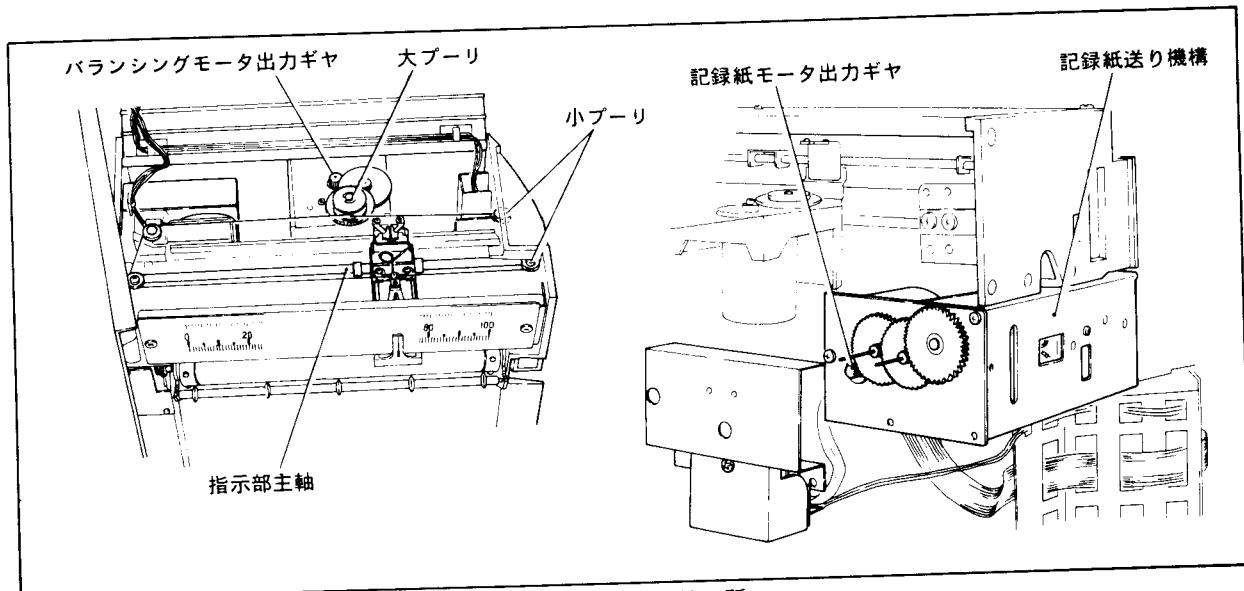

図12-2 注油箇所
- (1)注油箇所のごみや固着した油は、必ず拭き取ってから注油します。特に指示部主軸はきれいに拭きます。
- (2)付属の潤滑油は、潤滑性能や蒸発を細かく考慮しています。必ず付属のものをお使いください。
- (3)油容器は先端に穴をあけて使用します。
- (4)注油量は、たれないので程度に充分に注油し、余分な油は吸収紙で拭っておきます。
- (5)注油箇所(図12-2)。
- (6)発注部品番号